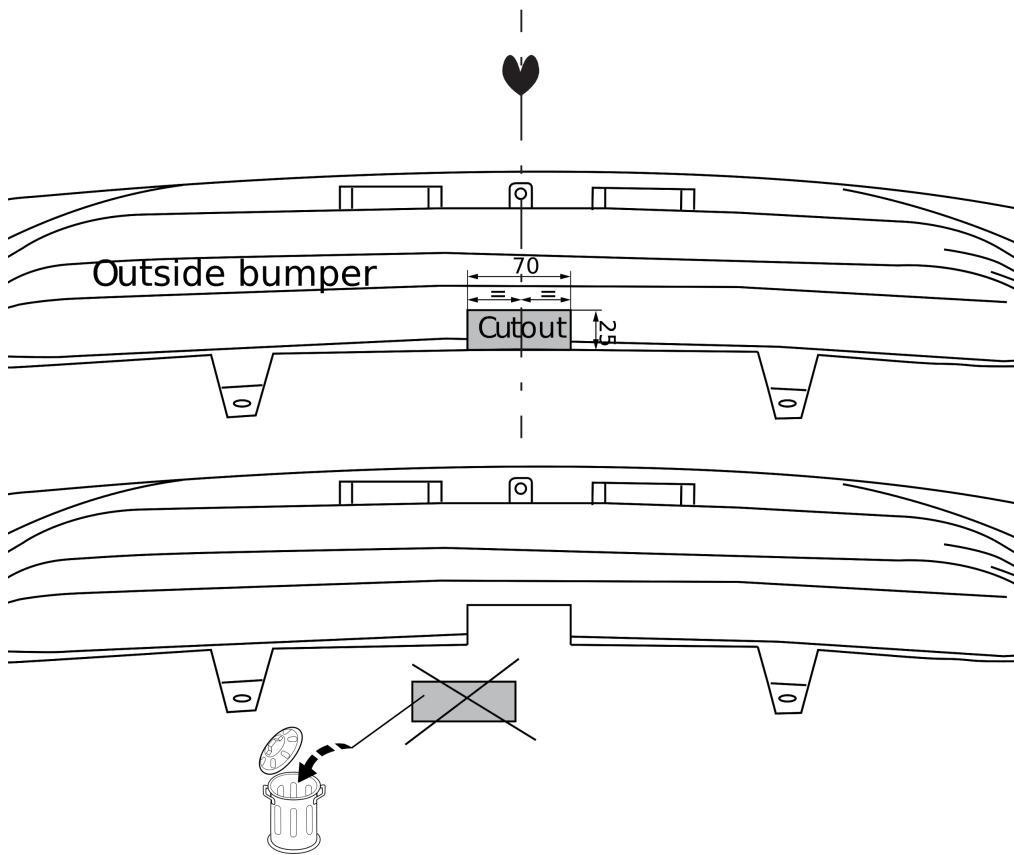

Fig. 2
- Выпилить обозначенную часть, как указано на рис. 2.